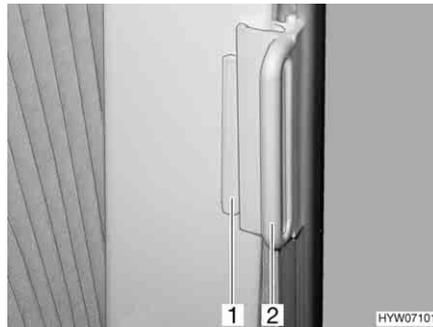

Bild 87 Faltverdunklung, Fahrerhausfenster
*Schließen:* ■ Die Faltverdunklungen am Griff (Bild 87,2) fassen und vorsichtig zuziehen, bis der Magnetverschluss die Faltverdunklung geschlossen hält.
■ Den Griff (Bild 87,2) auf den Aufsatz (Bild 87,1) schieben. Die Faltverdunklung ist gesichert.